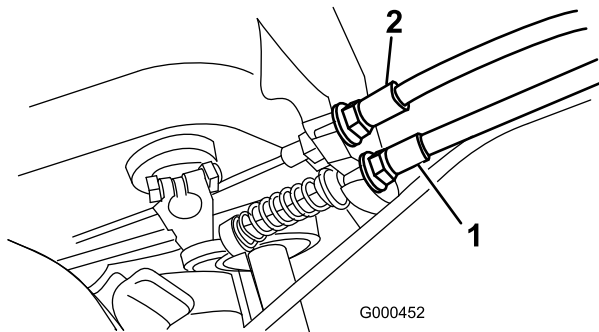

図 29
2. ブレーキ・ケーブルの前ジャム・ナットをゆるめ、後ジャム・ナット（図 29）を締めてケーブルの張りを出し、5.0～6.0 kgの力でブレーキが作動するようにする。力の計測はレバー・ノブの部分で行う。ブレーキ・バンドが締まりっぱなしにならないよう注意すること。